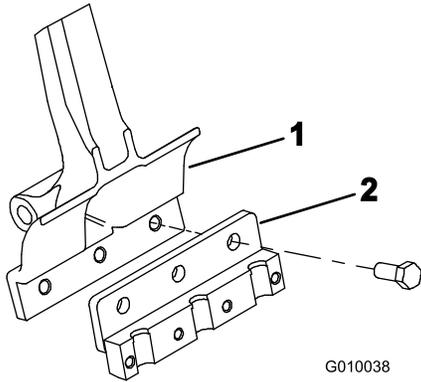

Bild 23
3. Befestigen Sie einen Tines-Halter mit drei Schrauben ($\frac{1}{2}$ " x $\frac{1}{4}$ ") an jedem Tines-Arm (Bild 23). Ziehen Sie die Schrauben mit 101,6 N·m an.